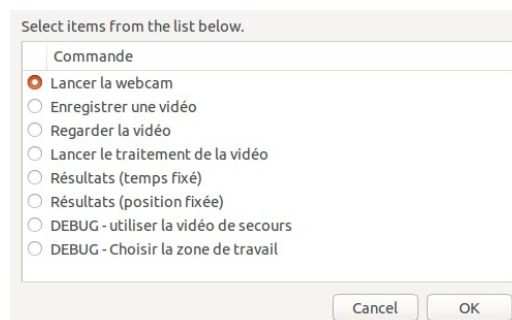

FIGURE 20 – menu du programme d'analyse d'onde par webcam.
-  Vous pouvez tester la webcam en choisissant "lancer la webcam" (cf. Fig. 20).